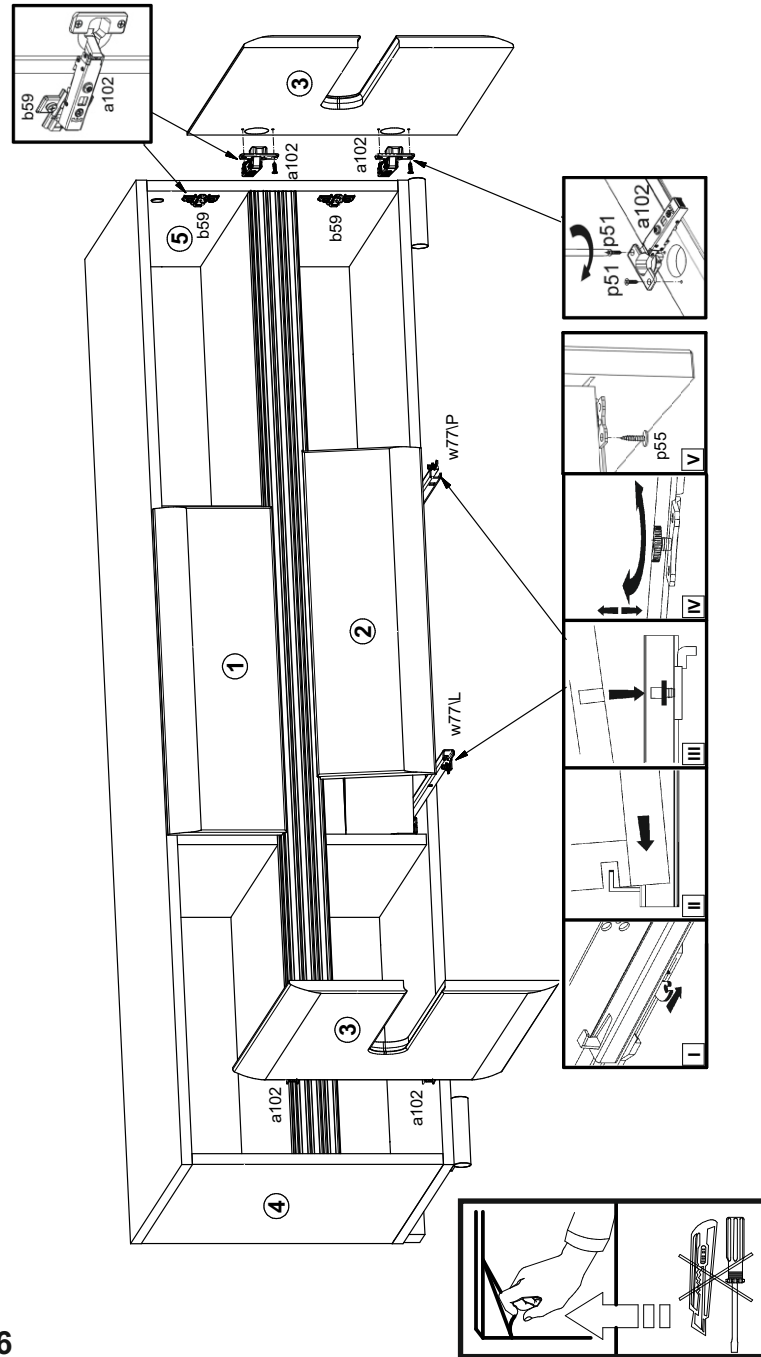

Рисунок 6
21. Положить дверь 1 фасадной поверхностью вниз на ровную поверхность и закрепить на ней петли шарнирные a102 шурупами p51 (см.рис. 6).
23. Вставить ящики выдвижные в корпус изделия на направляющие w77 (см.рис. 6).
24. Зафиксировать ящики на направляющих w76 с помощью шурупов p55 (см.рис. 6).